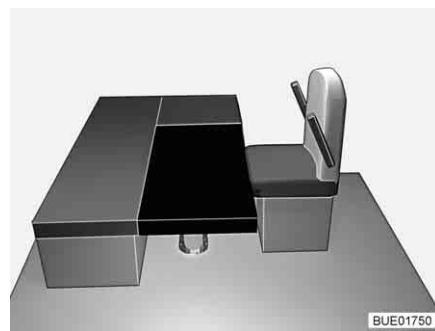

Bild 116 Efter ombyggnaden
- Lägg den rektangulära extra dynan på bordet (framför sittbänkens sittdyna, se Bild 116).